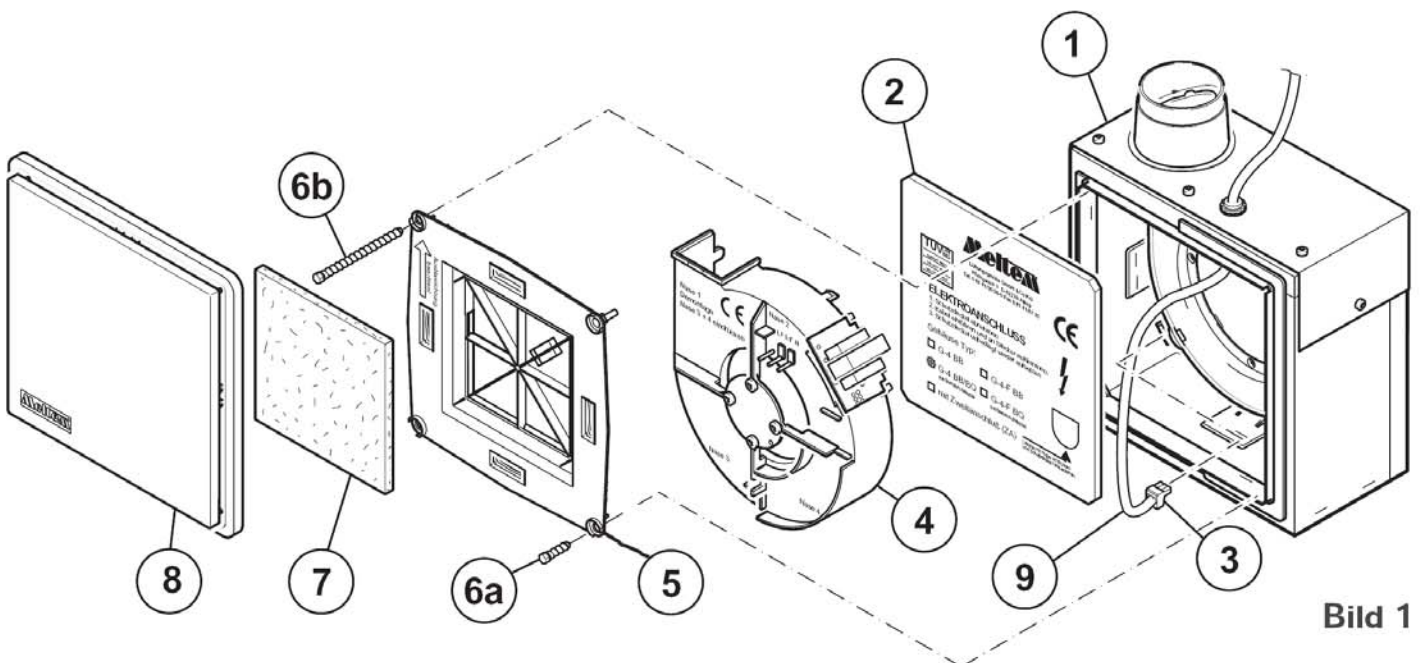

Bild 1
- Bild 1
- Netzanschluß überprüfen bzw. herstellen (Bild 1 Nr. 3).
- Filterträger (5, Bild 1) am Gehäuse ansetzen. Beiliegende Kunststoffschrauben (6a/b, Bild1) per Hand eindrehen bis der
Bei **normal** (putzbündig) eingesetzten Gehäusen können kurze Schrauben (6a, Bild1) verwendet werden.
Bei **zu tief eingesetzten** Gehäusen kann mit den langen Schrauben (6b, Bild1) eine Einbautiefe von bis zu 60 mm überbrückt werden. Bei Einbautiefen über 60 mm kann ein Schiebestutzen verwendet werden. Hierbei ist zu beachten, daß ein luftdichter Anschluß zwischen Schachtwand und Unterputzgehäuse sowie zwischen Schachtwand und Filterträger erreicht wird.
- Luftfilter (7, Bild1) in die Vertiefung des Filterträgers (5, Bild1) einlegen.
- Ansaugdeckel (8, Bild1) mit den 4 Stiften in die Löcher der Schlitze einsetzen und andrücken.